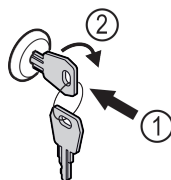

Fig. 190
- Sleutel erin duwen. Fig. 190 (1)
- Sleutel 90° rechtsom draaien. Fig. 190 (2)